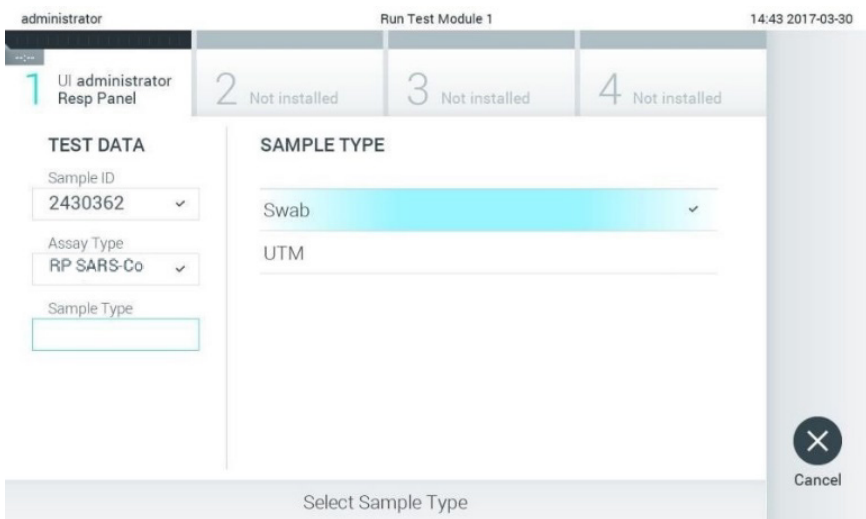

Figura 13. Selezione del tipo di campione.
8. Selezionare il tipo di campione appropriato dall'elenco (Figura 13).